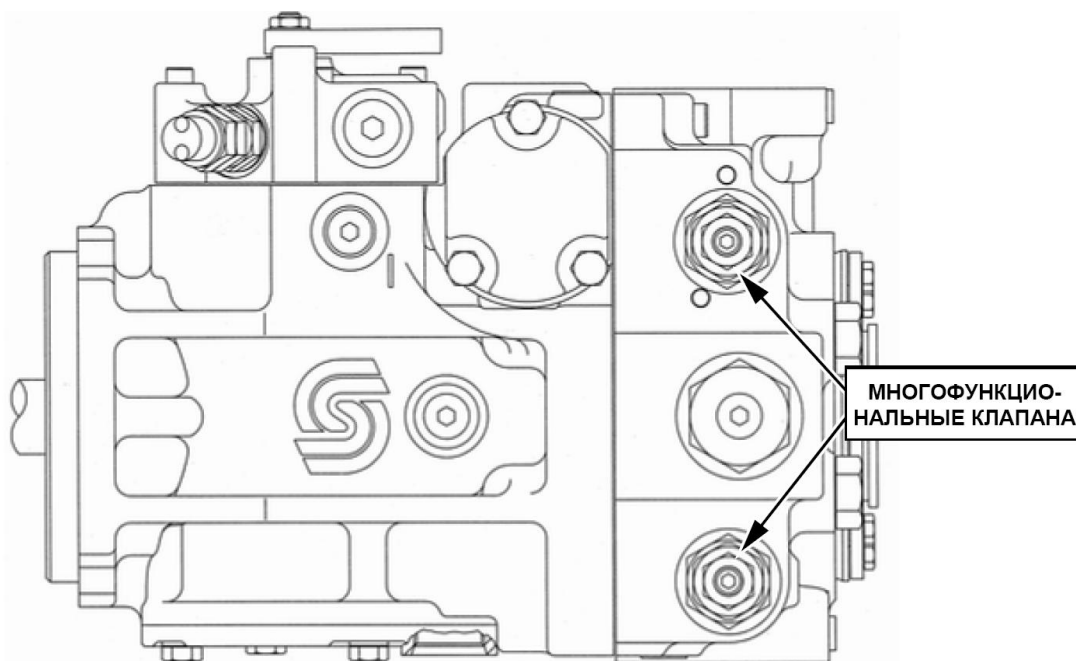

РИСУНОК 26
1. Включите устройство обходного канала на многофункциональных клапанах ходового насоса. Чтобы это выполнить, поверните среднюю шестигранную гайку на обоих многофункциональных клапанах на 3 оборота против часовой стрелки относительно большой шестигранной гайки (рисунок 26).